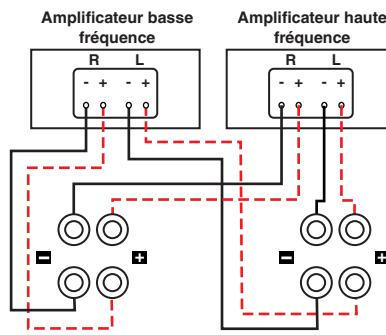

Figure 7
**La bi-amplification** (figure 7) permet d'utiliser des amplificateurs distincts pour les sections haute et basse fréquence de l'enceinte afin de permettre une plage dynamique plus large et une distorsion plus faible. Après avoir retiré les cavaliers, raccordez les fils de haut-parleur des sorties d'amplificateur haute fréquence aux bornes supérieures de chaque enceinte. Procédez de la même façon pour le raccordement des sorties d'amplificateur basse fréquence aux bornes inférieures. Pensez à respecter les polarités de tous les raccordements (+ au +, - au -).